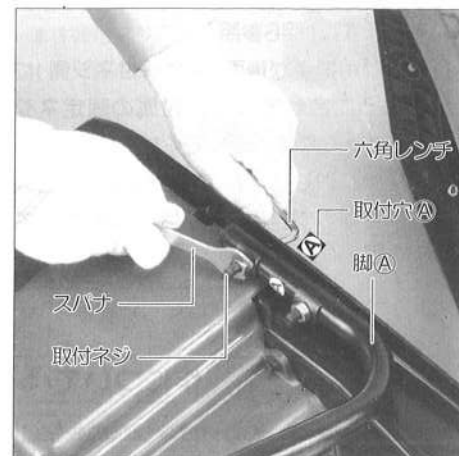

図3
- ・脚**(A)**の取付部と脚の取付穴のところに**(A)**の表示がついています。(図3参照)
- ・脚の切り口をモーター方向に向け、脚取付部の穴**(A)**と脚の穴**(A)**を重ねて脚の取付ネジ(φ8)を刃物側から差し込み、ワッシャを入れて、ナットで締め付けてください。(図3参照)
- ・六角ナットをスパナで固定して、六角レンチをネジの頭に差し込み、確実に締め付けてください。(図3参照)